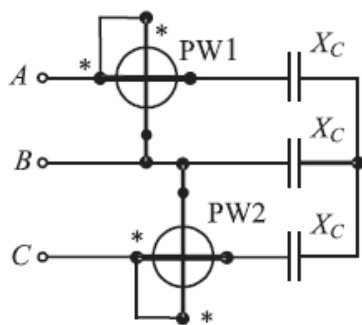

Рис. 9.20
**ЗАДАЧА 9.31.** В цепи (рис. 9.20)  $U_{\text{л}} = 380 \text{ В}$ ,  $X_C = 110 \text{ Ом}$ . Определить показания ваттметров, активную, реактивную и полную мощности цепи.